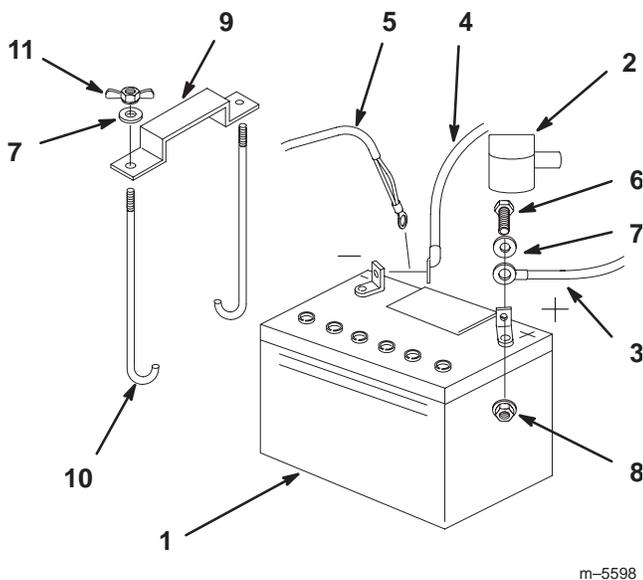

Figure 72
1. Placez la batterie dans son support en tournant les bornes vers le moteur (Fig. 72).
4. Fixez les câbles à l'aide de 2 boulons (1/4 x 3/4"), 2 rondelles (1/4") et 2 contre-écrous (1/4") (Fig. 72).
6. Fixez la batterie en position avec des boulons en J, une barrette de maintien et 2 rondelles (1/4"), ainsi que 2 écrous papillons (1/4") (Fig. 72).
3. Débranchez d'abord le câble négatif et le câble de masse de la borne négative (-) de la batterie (Fig. 72).
4. Ôtez le capuchon rouge de la borne positive (rouge) de la batterie. Retirez ensuite le câble positif (rouge) de la batterie (Fig. 72).
5. Retirez les deux écrous papillons (1/4") de fixation de la barrette de maintien de la batterie (Fig. 72).